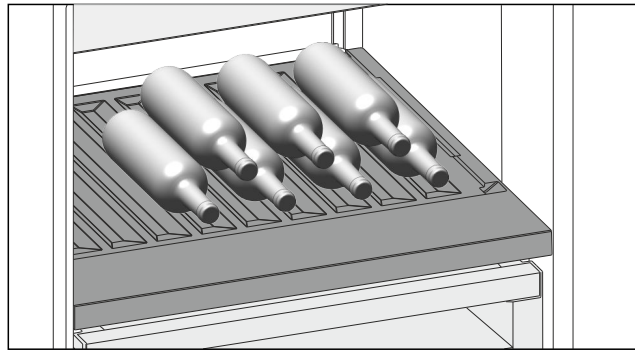

Fig. 119
- ▶ Бутылки укладывают дном к задней стенке. (см. Fig. 119)